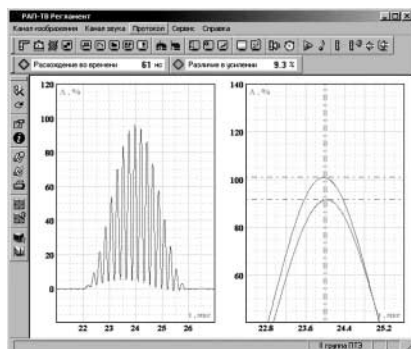

рис. 4
- различие в усилении сигналов яркости и цветности, % (рис.4);
- расхождение во времени сигналов яркости и цветности, нс (рис.4);